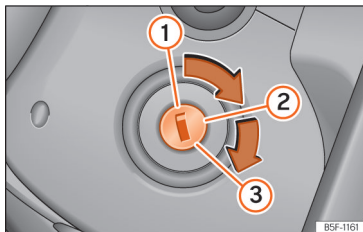

Fig. 224 Posizioni della chiave di accensione.
Posizioni della chiave »» fig. 224
- Girare la chiave in posizione » fig. 224 ②. Nei veicoli diesel avviene il preriscaldamento .
- Continuare a girare la chiave fino alla posizione » fig. 224 ③ senza premere l'acceleratore.
- Quando il motore si avvia, rilasciare la chiave. Quando si rilascia la chiave, questa torna in posizione ②.
- *Veicoli con blocchetto d'avviamento:* Girare la chiave fino alla posizione »»» **fig. 224** ⓘ.